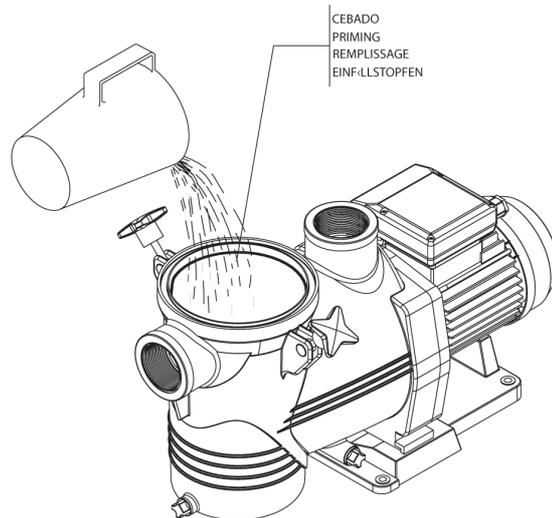

Fig.3
- Para el correcto funcionamiento de la bomba se debe de proceder al cebado del prefiltro de la bomba hasta que el agua aflore por el conducto de aspiración.(Fig.3).
- Las bombas en ningún caso pueden trabajar sin haber llenado previamente el prefiltro de agua, ya que de lo contrario, ello puede dañar la junta mecánica provocando pérdida de agua por ésta. (Fig.3)